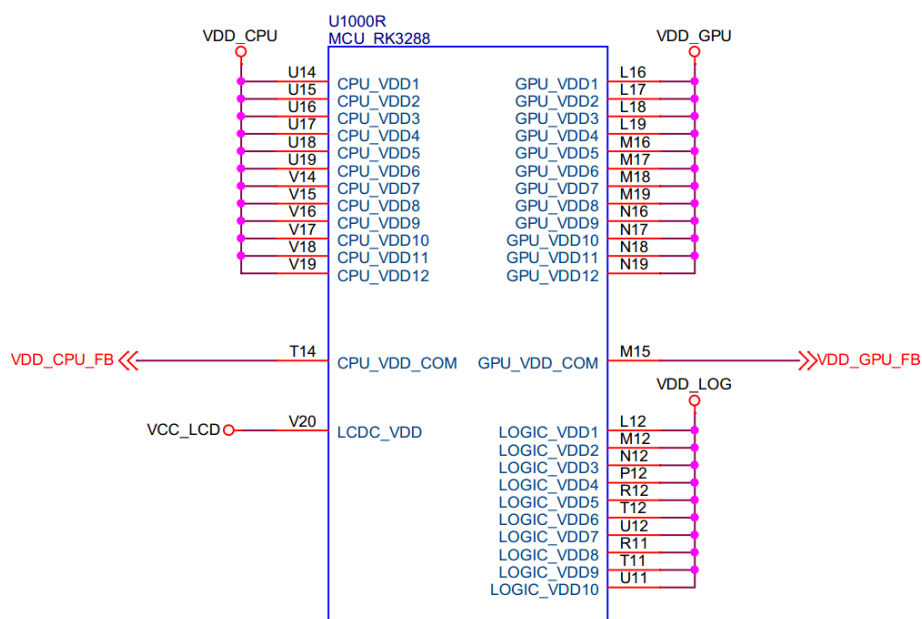

图14-8
- 设计时请确保LCDC_VDD供电正常，否则会出现显示异常的情况，如图14-8的pin V20;